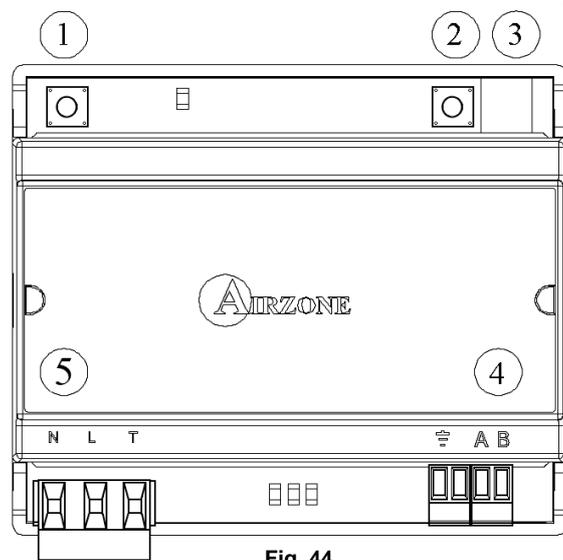
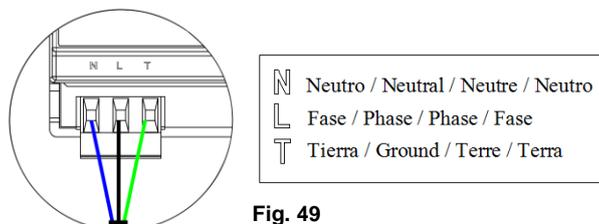

Fig. 44
Fig. 49
Controlador mediante navegador Web, para la gestión de los sistemas de una instalación. Conexión con dispositivos vía WiFi (AZXWSERVERAPP) o router (AZXWSERVERAPPC). Alimentación externa a 230 Vac. Montaje en carril DIN (Fig. 44).
El servidor Web es un elemento que se conecta al bus domótico de la central o a la borna de salida de bus domótico en la central de control CCP (Fig. 49).
La conexión de alimentación eléctrica al módulo la realizaremos mediante una borna de 3 pines ubicada en la parte inferior izquierda del módulo (Fig. 44) ④. Para ello fije el cable con los tornillos de la borna, respetando la polaridad de las bornas (Fig. 49).